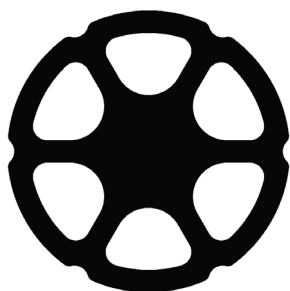

Fig. 7 Clapet Chemraz®, en option
- CHEMRAZ® présente six entailles sur le contour extérieur (voir Fig. 7)